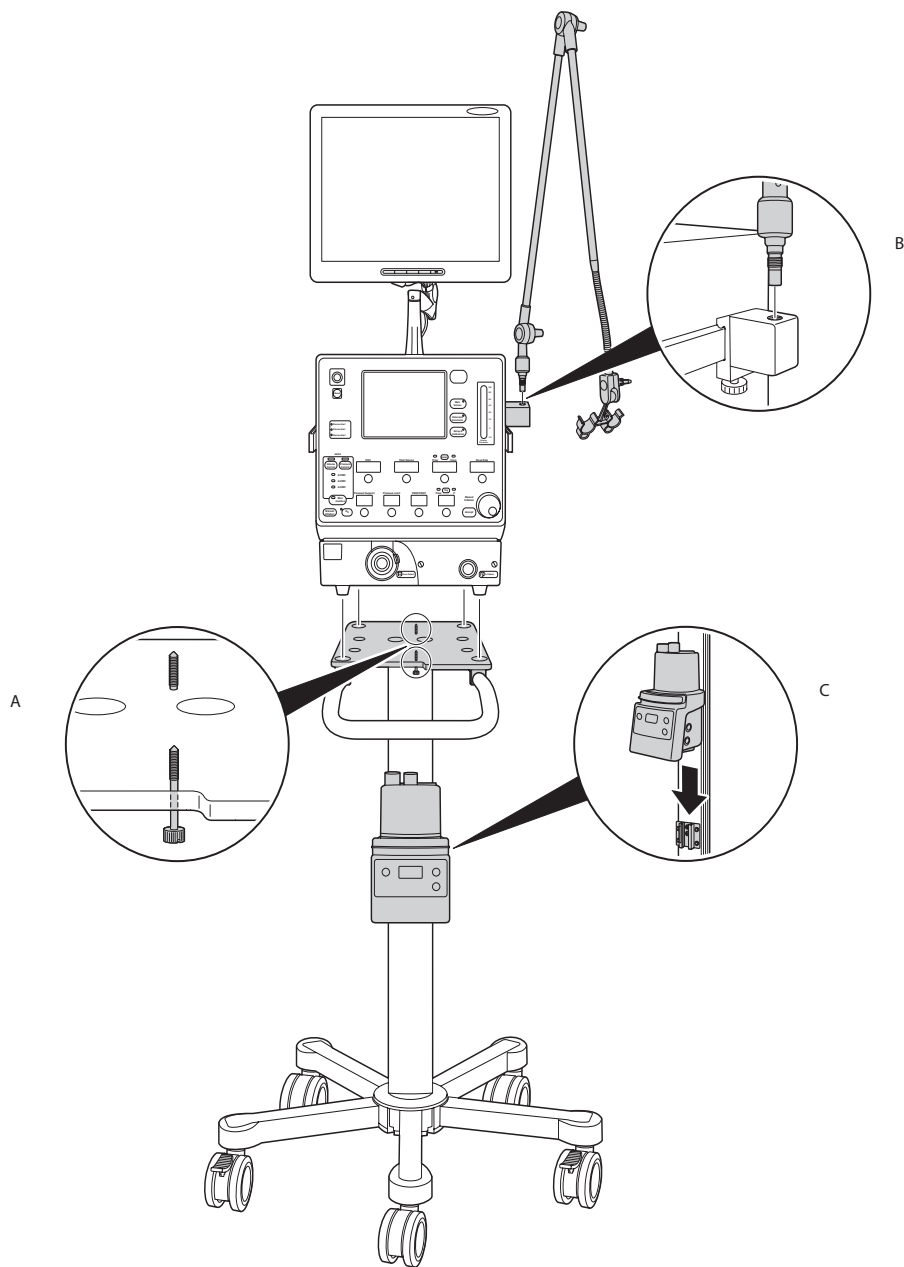

Рис. 3-1. Монтаж принадлежностей на тележку
Полное изображение аппарата e360 в сборке на тележке приведено на рис. F-1 и на рис. 3-1.
2. Дополнительно. Смонтируйте аппарат e360 на тележке CRT360A (инструкция по сборке прилагается к тележке). См. рис. 3-1, А.
3. Установите блок кронштейна и кронштейн на любую из боковых направляющих. См. рис. 3-1, В.
4. Дополнительно. Установите увлажнитель стороннего производителя. См. рис. 3-1, С.